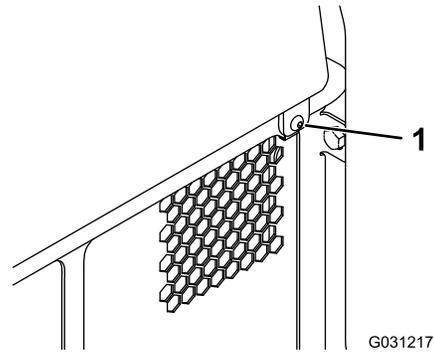

**Figura 40**
1. Levante la pestaña que sujeta la varilla de sujeción (Figura 40)